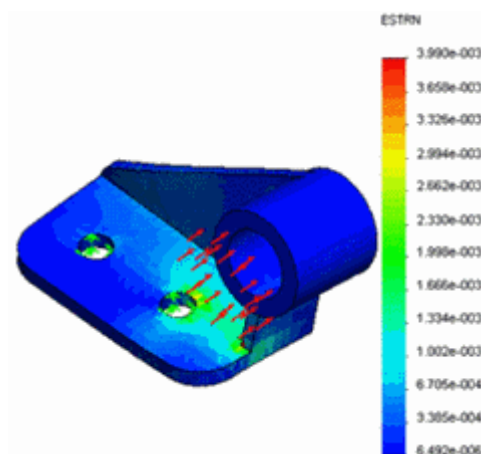

Рис. 1.7. Перегляд деформацій деталі
10.2. Двічі натиснути **Деформація (еквівалентна)** для відображення епюри. Якщо епюра не існує, створіть цю епюру (рис.1.7).